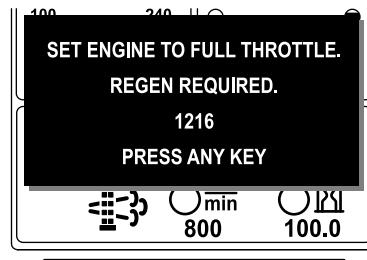

Bild 46
**Hinweis:** Wenn die Auspufftemperatur zu niedrig ist, wird im InfoCenter ADVISORY#1216 (Bild 46) angezeigt, um Sie zu informieren, dass Sie den Motor auf Vollgas (hoher Leerlauf) eingestellt haben.